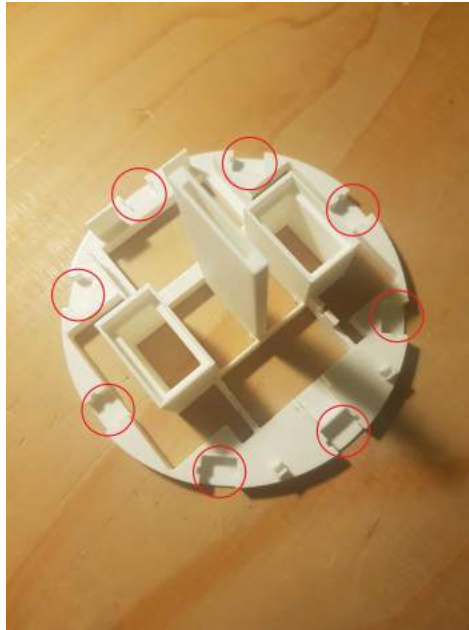

FIGURE 5 – Emplacements pour les capteurs IR
7. Fixer les capteurs IR aux emplacements souhaités (cf figure 5).